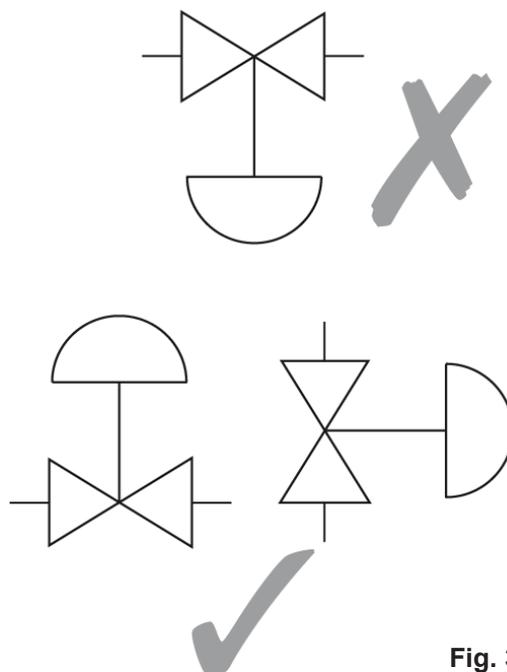

Fig. 3
3.3 Déterminer la bonne installation et le sens d'écoulement du fluide. La vanne doit être de préférence installée sur une tuyauterie horizontale avec le servomoteur placé au-dessus de la ligne (voir Fig. 3). Lorsque vous montez un servomoteur sur le corps de la vanne, cela doit être effectué conformément à la notice d'installation et d'entretien.